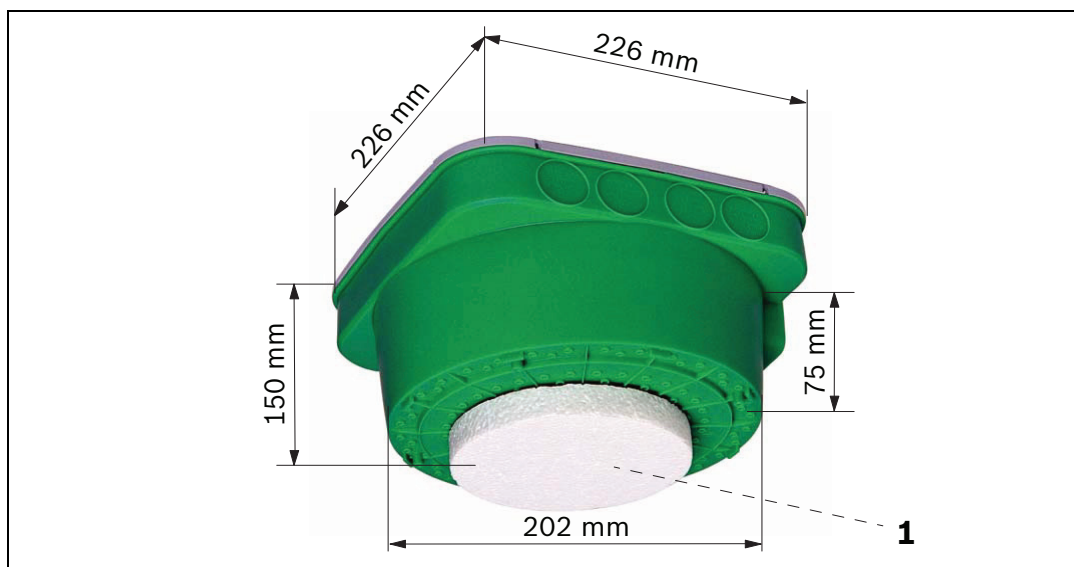

Figure 3.11 FAA-500-CB Boîtier intégré
Le boîtier intégré FAA-500-CB est placé sur le coffrage, fixé et protégé contre tout flottement. Les entrées de tuyaux ou de câbles sur le boîtier intégré FAA-500-CB sont réalisées dans les murs à l'aide d'un outil de découpe universel. Une fois les panneaux de coffrage ôtés, la partie avant (voir *Figure 3.11 (1)*) est ouverte à l'aide d'une scie à découper ou d'une scie circulaire. Un boîtier arrière pour montage au plafond FAA-500-BB, comprenant le socle et le détecteur, est ensuite inséré dans le boîtier intégré.